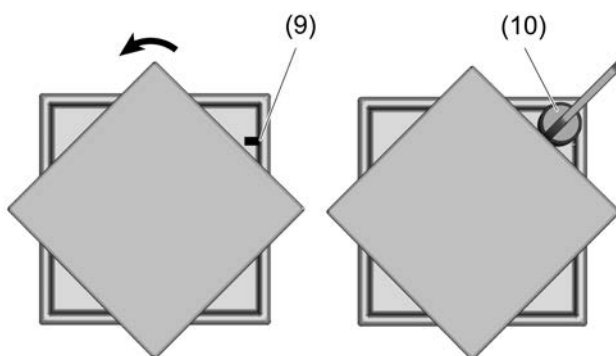

рисунок 6: Демонтаж осветительной насадки
- Поверните осветительную насадку на 45° для доступа к маркировке (9) (рисунок 6).
- Водите магнитом (10) на высоте маркировки (9) по крышке до тех пор, пока не услышите щелчок.